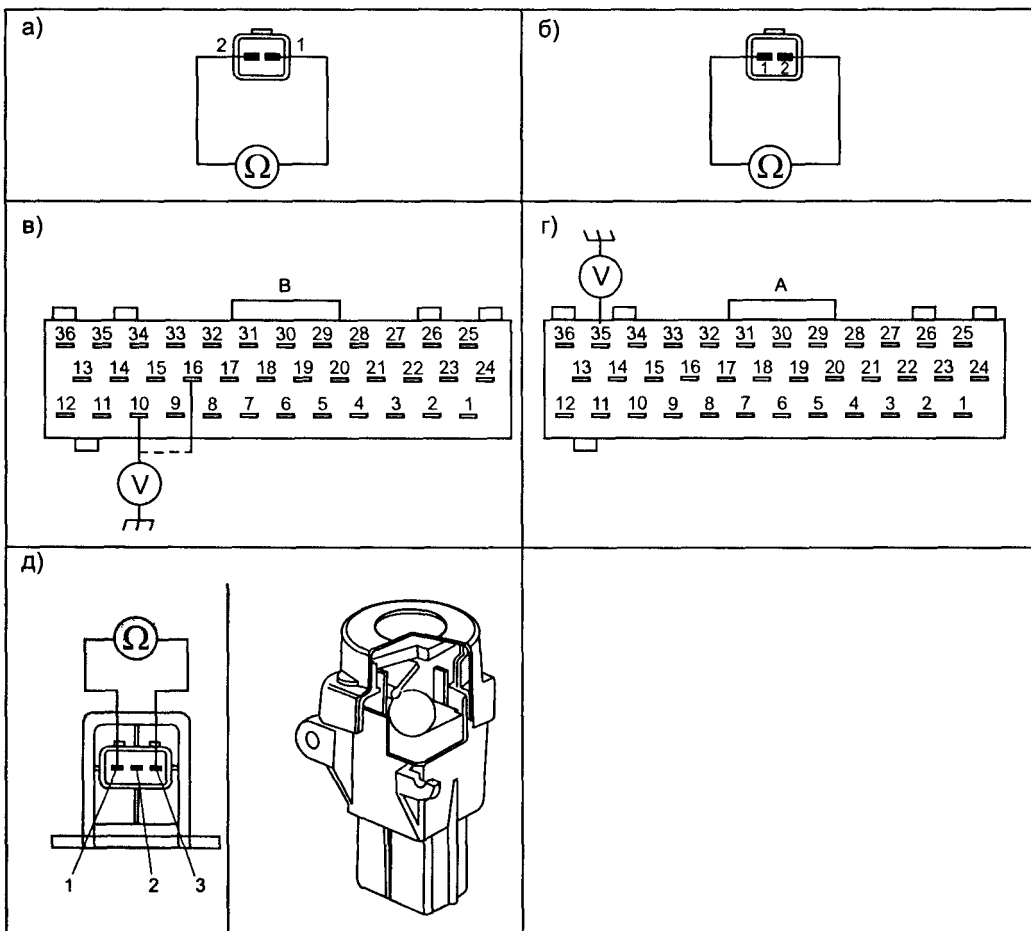

Рис. 1.8.7. Датчики
Для проверки датчика ЕСТ отключают его от жгута электропроводки, подключают к контактам 1 и 2 датчика омметр и запускают двигатель. Проверяют изменение сопротивления датчика ЕСТ (см. рис. 1.8.7а и табл. 1.8.6), при несоответствии показаний прибора контрольным значениям датчик заменяют.
Это важнейший датчик для ЭСУД, по нему определяется частота вращения и относительное положение коленвала. При неработающем датчике СКР двигатель не запустится. Конструктивно это датчик электромагнитного типа. Для проверки датчика отключают от него разъем и измеряют сопротивление обмотки между контактами 1 и 2, оно должно быть равно 1365 Ом (см. рис. 1.8.7б).
- подключить разъем BPP концевика на место и проверить работоспособность BPP концевика в различных положения педали тормоза (см. табл. 1.8.8 и рис. 1.8.7в).
Для проверки концевика CPP необходимо при включенном зажигании проверить его работоспособность в различных положения педали сцепления (см. табл. 1.8.9 и рис. 1.8.7г).